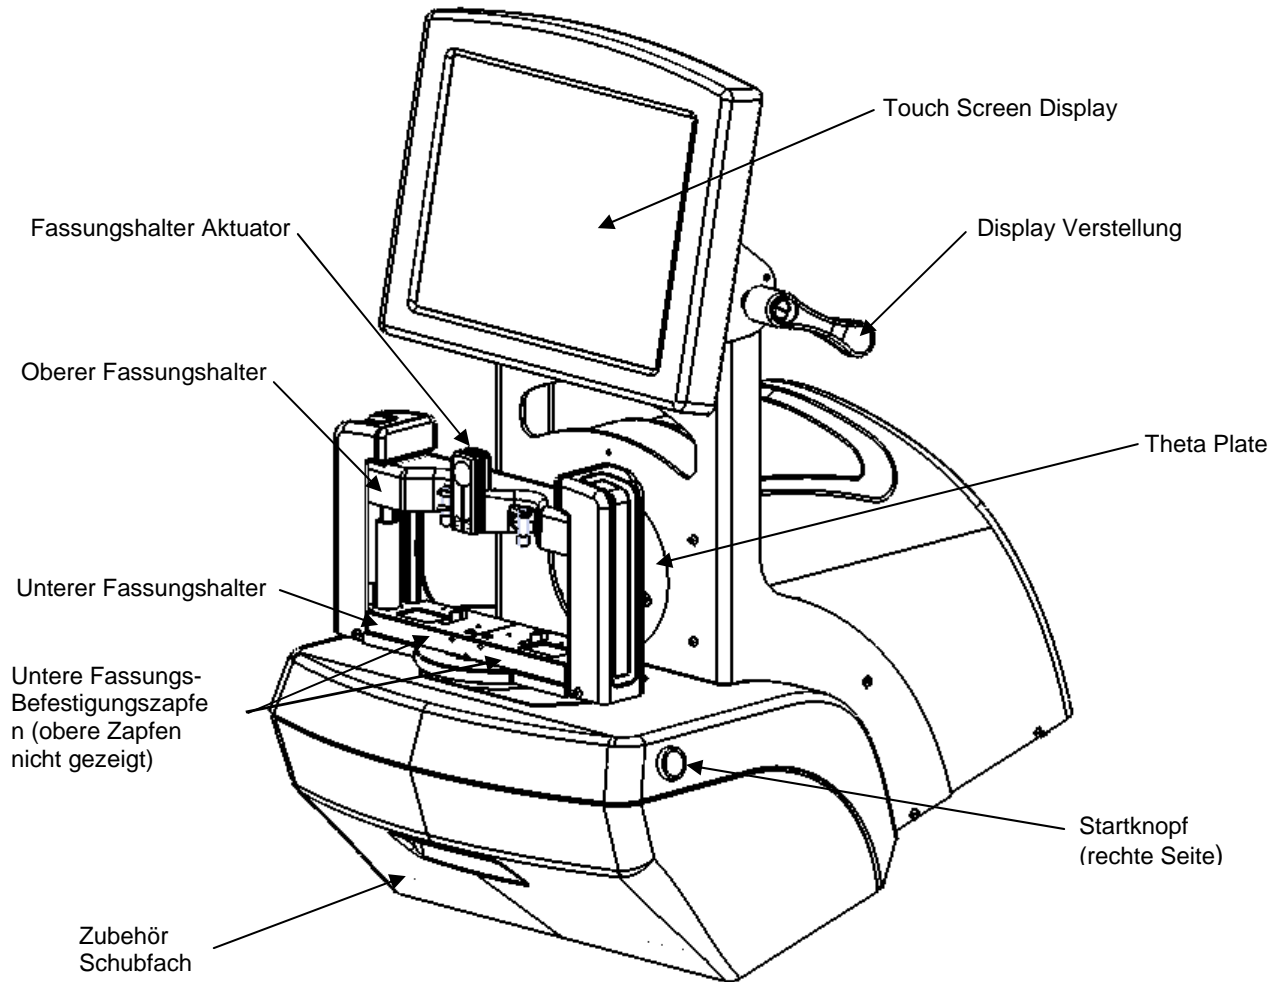
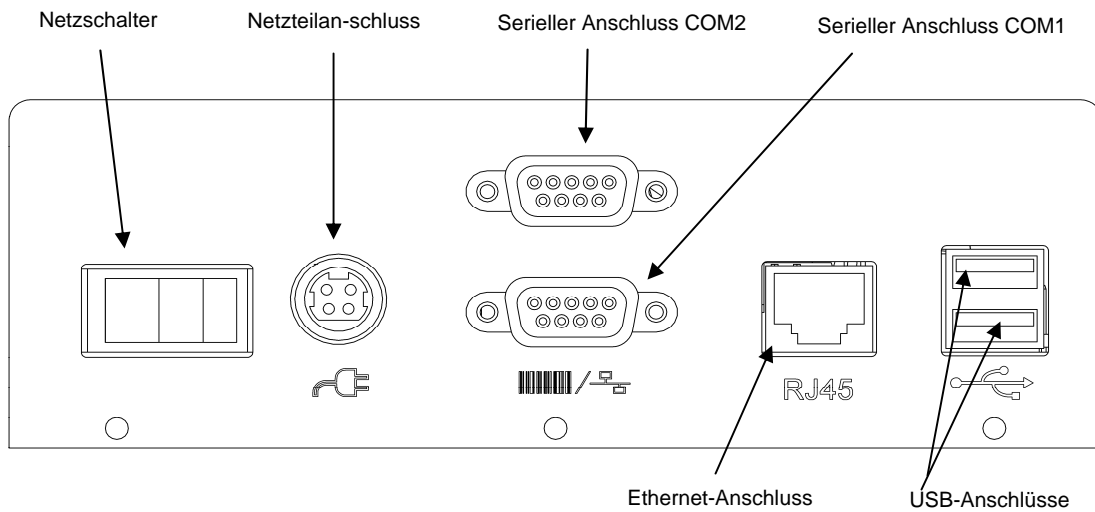
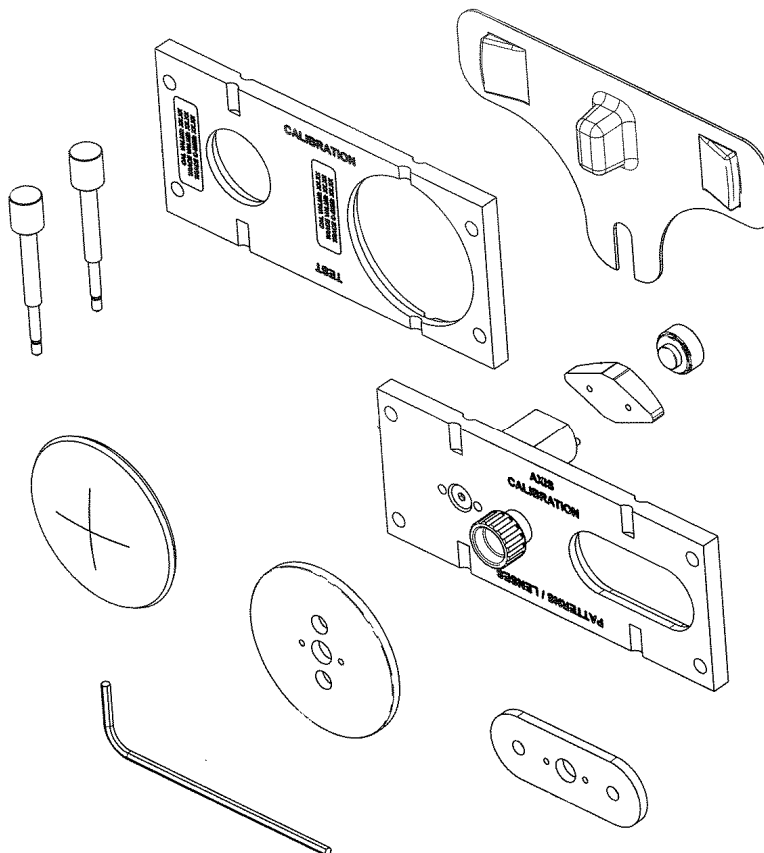

Abb. 1.1: Dimension Bedienelemente - Frontansicht.
Abb. 1.2: Dimension Anschlussblech Rückseite
Abb. 1.3: Dimension Zubehör
Noch vor dem Auspacken und Aufstellen des Dimension sollten Sie sich die drei Abbildungen auf den folgenden Seiten ansehen, um herauszufinden, wie die für den Benutzer zugänglichen Komponenten und Elemente genannt werden. Abbildung 1.1 zeigt Elemente, die an der Vorderseite des Gerätes zu sehen sind. Abbildung 1.2 zeigt das Anschlussfeld an der Rückseite des Gerätes. Abbildung 1.3 zeigt das mit dem Dimension mitgelieferte Zubehör. Die in den Abbildungen gezeigten Bezeichnungen werden in der gesamten Bedienungsanleitung verwendet.
Der Dimension ist zum Transport mit Schaumstoffblöcken in einem Pappkarton verpackt. Ein Zubehörsatz liegt in einer Wellpappeinlage bei. Der Karton und die Schaumstoffblöcke/-einsätze sollten für den Fall eines nochmaligen Transportes des Gerätes aufbewahrt werden. Legen Sie den Karton mit der Seite nach unten auf eine Arbeitsfläche. Öffnen Sie die Oberseite des Kartons und ziehen Sie den Abtaster mit Schaumstoffblöcken/-einsätzen aus dem Karton auf die Arbeitsfläche. Entfernen Sie die Schaumstoffblöcke vom Abtastapparat. Überprüfen Sie den Karton und alle Schaumstoffblöcke, um sicherzustellen, dass keine mit dem Dimension mitgelieferten Zubehörteile unausgepackt bleiben. Folgende Elemente sollten vorhanden sein (wie in Abb. 1.1 und 1.3 abgebildet):
4. Stecken Sie das Netzteil in den Netzteilanschluss am Anschlussfeld an der Rückseite des Gerätes (siehe Abb. 1.2). Die flache Seite des Steckers sollte dabei nach oben zeigen.
In diesem Kapitel wird beschrieben, wie Fassungen, Formscheiben und Gläser für den Abtastvorgang befestigt werden. Bitte schlagen Sie zurück auf Abb. 1.1 und achten Sie darauf, wo Ober- und Unterteil des Fassungsalters, obere und untere V-Kerben und der Fassungs freigabeknopf zu finden sind. Siehe auch Abbildung der Zubehörteile in Abb. 1.3. In einigen der folgenden Bilder wurden Teile des Dimension-Gehäuses entfernt, um eine bessere Sicht zu ermöglichen.